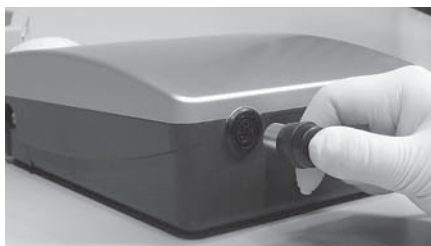

図 2
ユニット裏面の⑭フットペダルコネクタにフットペダルコードプラグの位置決めとコネクタの溝を合わせしっかりと差し込みます。（図2）